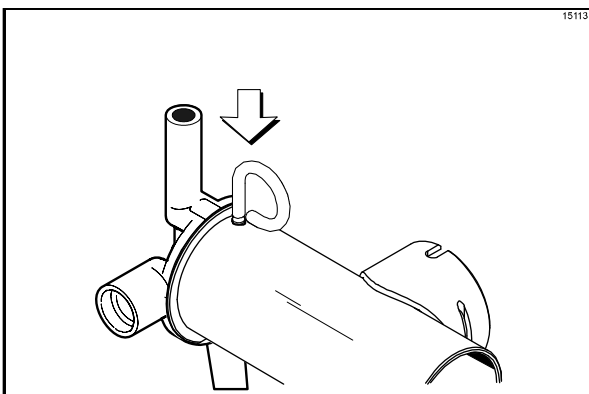

Abbildung 150
9. Die Pumpenteile durch Einstecken des Haltestifts in die einander gegenüber liegenden Löcher am einen Ende des Pumpengehäuses sichern. (Siehe Abbildung 150.)